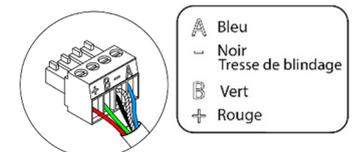

Fig. 42
Pour la connexion du thermostat (5), vous disposez d'une borne à 4 broches. Fixez les câbles à l'aide des vis de la borne, en respectant le code couleur (Fig. 42).